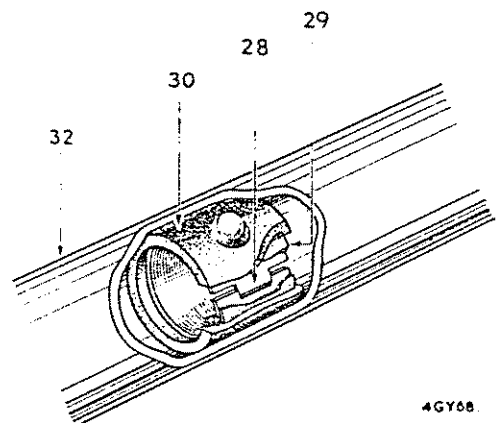

Abb. 14
Nylonbüchse (28) und Stahlbüchse (29) wie auf Abb. 14 gezeigt in die Gummibüchse (30) einsetzen. Büchse unten in das Mantelrohr (32) stecken, dabei die Riegelaschen wie auf Abb. 14 gezeigt in die Löcher einführen. Darauf achten, daß der Metallverstärkungsring am Ende der Büchse sich zum unteren Rohrende hin befindet. Gleichen Vorgang bei der oberen Büchse wiederholen.